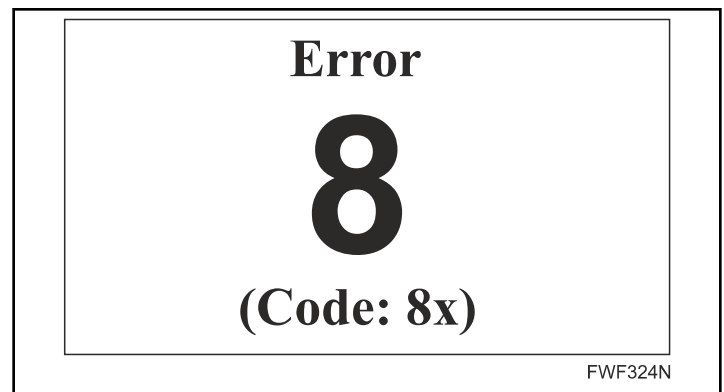

Figura 16
- En caso de fallo del conmutador de presión (flujo de aire) o de cambio no permitido de los parámetros del sistema de escape externo de la máquina, aparecerá el mensaje de advertencia 8 (*Figura 16*).